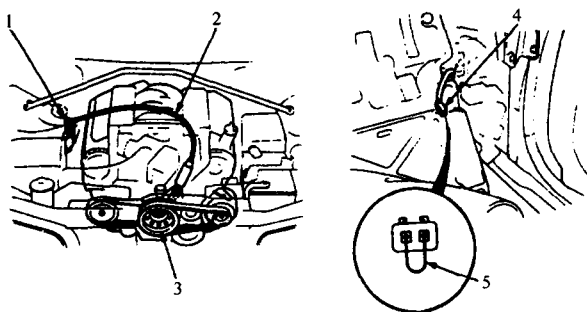
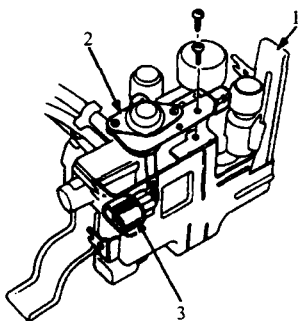

图 1-4 点火正时检查——传奇车型
图 1-5 控制盒和点火正时调节器——传奇车型
参见图 1-4 和图 1-5。
①从驾驶室前壁拆下控制盒盖(见图 1-5)。注意不要损坏真空软管。
②用 $1/8 \text{ in}$ 的钻头钻下盖上的两个铆钉。然后,从调节器上拆下盖。